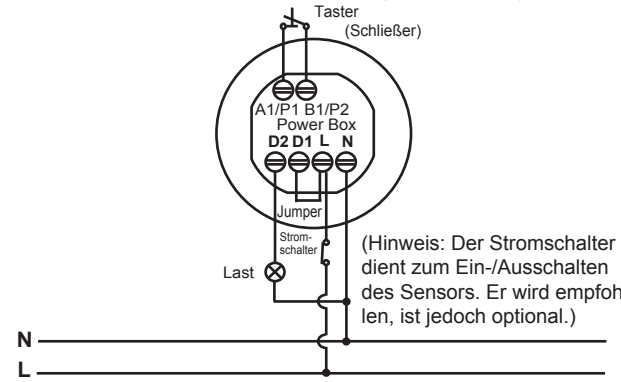

ABB. 3
- Ein Sensor steuert eine Last (siehe ABB. 3).
- 3.3.3.2 Ziehen Sie die Kabel aus der Standard-Abzweigdose heraus (siehe ABB. 14) und isolieren Sie anschließend 6 - 8 mm des Kabelmantels für die Verdrahtung ab. Die korrekten Kabelanschlüsse sind den Schaltplänen zu entnehmen (siehe ABB. 3 - ABB. 8).
3.3.4.5 Montieren Sie den Sensorkopf mit der Power Box gemäß ABB. 13. Die korrekten Kabelanschlüsse sind anschließend den Schaltplänen zu entnehmen (siehe ABB. 3 - ABB. 8).